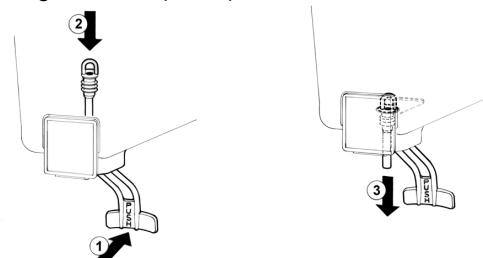

Bild 6
- 2 **Ausschlauchventil:** den Betätigungshebel des Ventils drücken (1) und den Ausschlauch in den Behälter einfügen (2). Am unteren Ende des Ausschlauchs leicht nach unten ziehen (3) bis er genau sitzt (Bild 6).